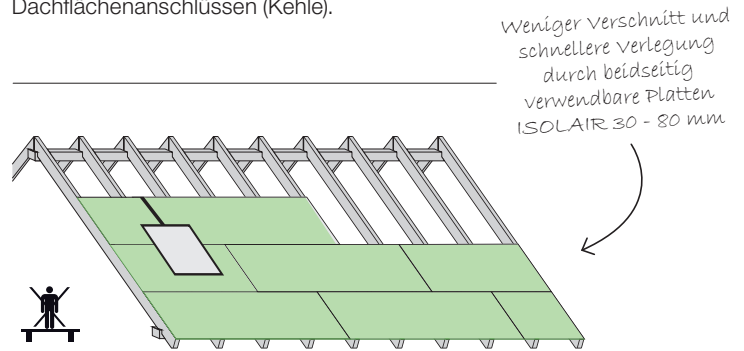

Abb.7 Verlegeprinzip (schematische Darstellung) Platten nur im Sparrenbereich begehen.
- Unterdeckung an der Traufe beginnend, rechtwinklig im Verband, mit dicht gestoßenen Fugen (ggf. mit Verklebung) verlegen. Mit dem Reststück der 1. Plattenreihe beginnt man die 2. Reihe (Abb.7).
- Vertikalstöße oberhalb Dachflächenfenster oder sonstigen Durchdringungen müssen mit PAVATEX Dichtprodukten abgeklebt werden (Abb.7). Siehe Vertikalstöße.